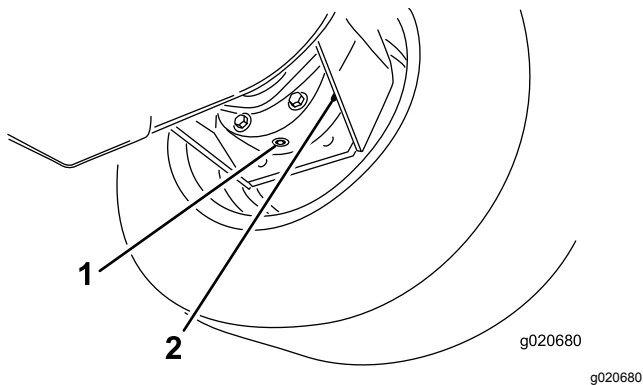

Figura 91
3. Coloque o recipiente de escoamento por baixo da estrutura do travão, retire o tampão e deixe o óleo escorrer para o recipiente (Figura 91).